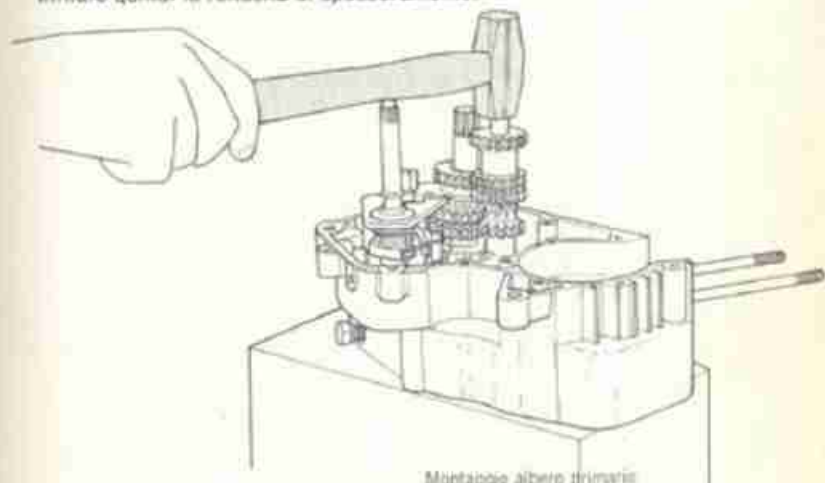

FIG. 41 Montaggio albero primario
- 5) **METTERE** l'albero a cammes nella posizione di 2a velocità quindi infilare l'albero primario nella sua sede battendo leggermente con un martello di legno-cuoio o plastica (fig. 41). Contemporaneamente ruotare gli ingranaggi del secondario per consentire l'accoppiamento graduale di tutti gli ingranaggi. Infilare quindi la rondella di spessoramento.